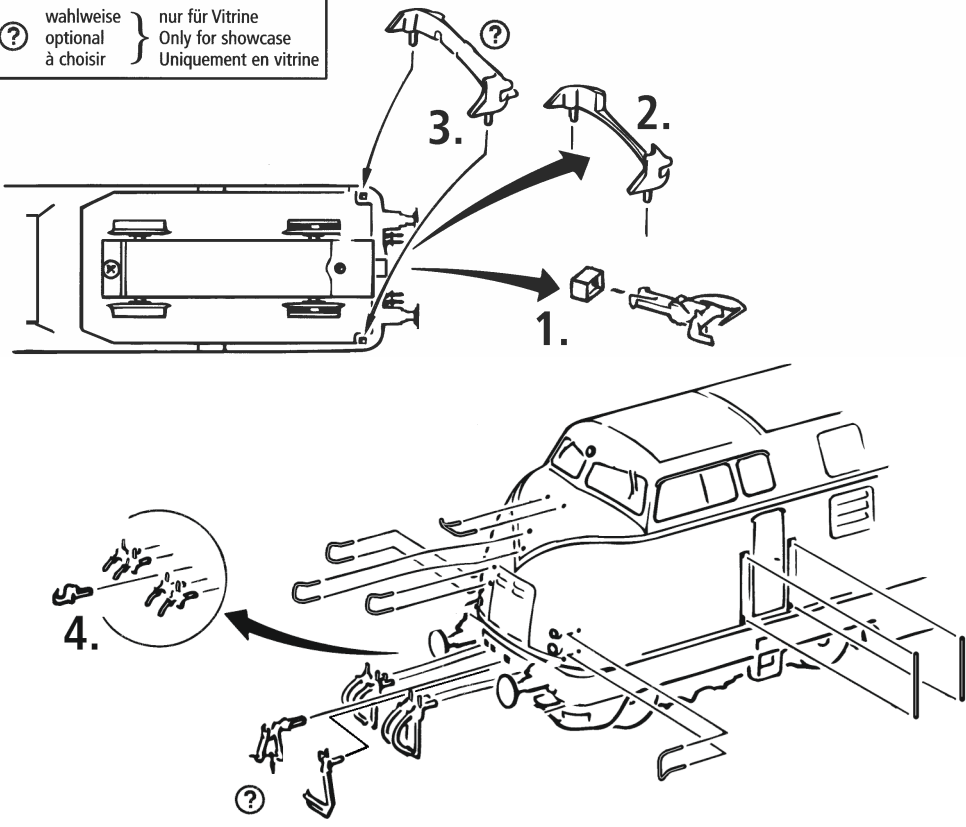

Fig. 3
1. Reinigung der Radstromkontakte: Radstromkontakte können auf unsauberen Schienen leicht verschmutzen. Entfernen Sie **vorsichtig** mit einem kleinen Pinsel **den Schmutz** an den in Fig. 3 gekennzeichneten Stellen.
1. Nettoyage des lames de courant aux roues: Les lames de contacts risquent de s'encrasser rapidement sur des voies poussiéreuses. Veuillez **enlever la poussière** aux endroits marqués à la fig. 3 à l'aide d'un petit pinceau souple.
1. Cleaning of wheel contacts: Wheel contacts easily get dirty on tracks which are not entirely clean. Use a small brush to **remove dirt** from spots marked in fig. 3.